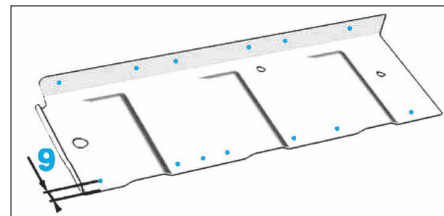

FIG. 58
- Prépercer les semelles de longeron AR et le plancher AR comme illustré (Fig.58 et 59).